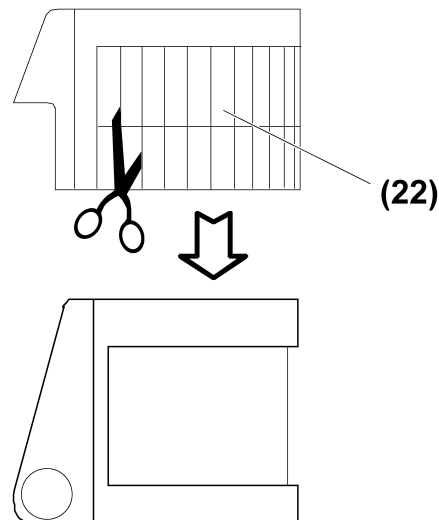

Bild 18: Aufsteckblende ausschneiden
- Aufsteckblende (22) ausschneiden (Bild 18).